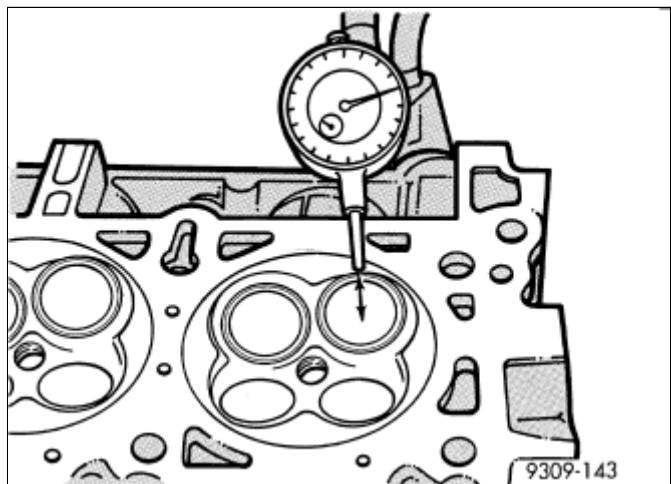

图 2 测量气门导管磨损
4. 将千分表工具C-3339连接至缸盖并将其设置到与待测量气门杆成直角(图 2)。